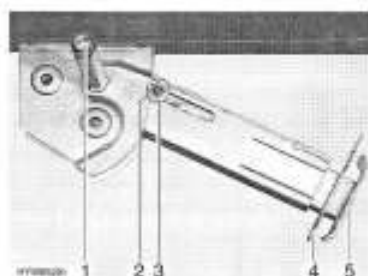

Fig. 26 Vérin stabilisateur
- Placer la clé à pipe sur l'écrou à six pans (Fig. 26,1) et tourner jusqu'à ce que le vérin stabilisateur soit en position verticale vers le bas.
- Retirer la goupille (Fig. 26,4) de la rallonge du pied d'appui (Fig. 26,5).
- Placer la clé à pipe sur l'écrou à six pans (Fig. 26,1) et tourner jusqu'à ce que le vérin stabilisateur se dégage du sol.
- Rentrer complètement la rallonge du pied d'appui (Fig. 26,5) et insérer la goupille (Fig. 26,4) dans le trou prévu à cet effet.
- Tourner la clé à pipe sur l'écrou à six pans (Fig. 26,1) jusqu'à ce que le vérin stabilisateur ait pivoté vers le haut et le disque de guidage (Fig. 26,3) soit complètement rentré dans l'encoche (Fig. 26,2).